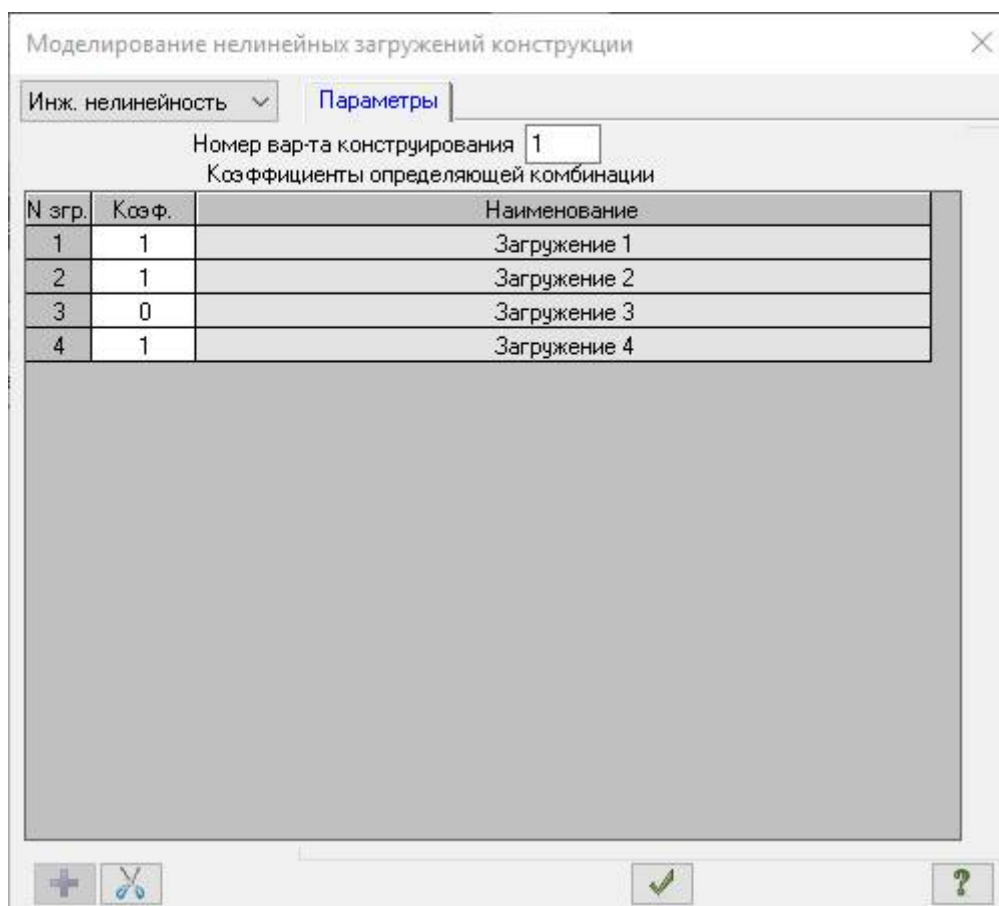

Рис.19.27. Диалоговое окно **Моделирование нелинейных загрузок конструкции**
- Щелчком по кнопке  – **Инженерная нелинейность** (панель **Нелинейность** на вкладке **Расчет**) вызовите диалоговое окно **Моделирование нелинейных загрузений конструкции** (рис.19.27).